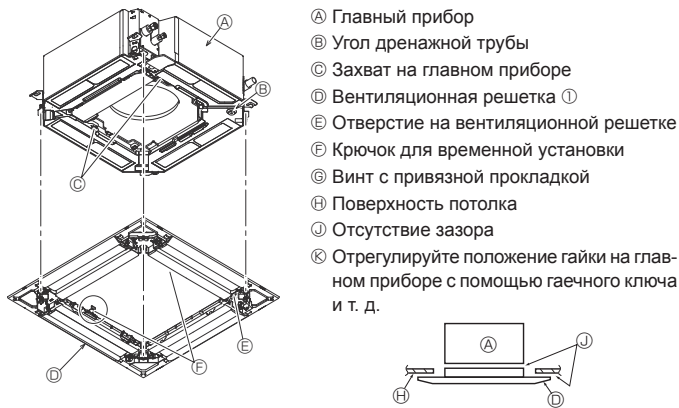

Fig. 9-6
### 9.4.2. Временная установка вентиляционной решетки (Fig. 9-6)
- Закрепите решетку на главном приборе, затянув заранее установленные винты. (Fig. 9-6)
Убедитесь в отсутствии зазоров между главным прибором и вентиляционной решеткой или между вентиляционной решеткой и поверхностью потолка. (Fig. 9-6)